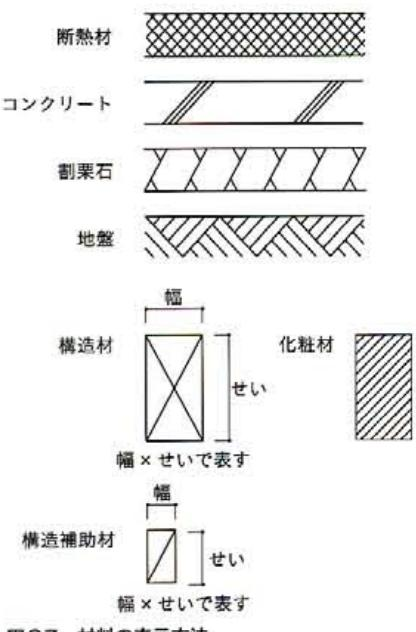

図37 材料の表示方法
(3) 構造、材料の表示記号を細線で記入する【図37】。
(4) 通り芯番号を記入する。
(5) 室名、図面名、縮尺を記入する。